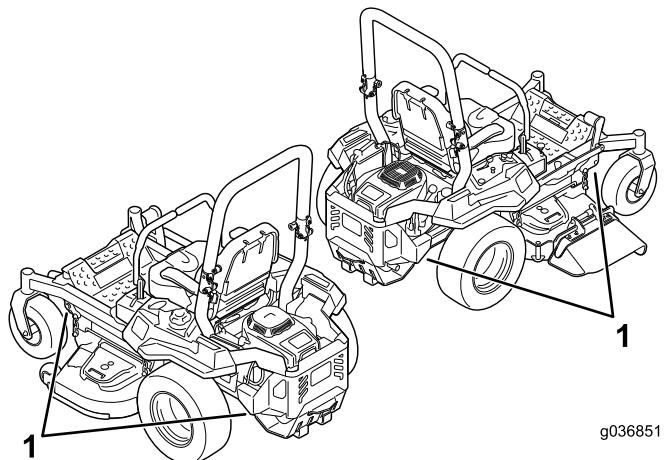

図 35
- マシンにはロープ固定用のアイがついているので、チェーンやロープなどを使ってトラックやトレーラに機体をしっかりと固定する図35。